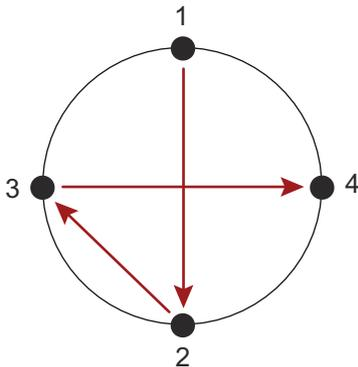

Abbildung 1
4. Die Anschweißplatte mithilfe des geeigneten Füllmaterials am Tank an den Positionen 1 und 2 von der Innenseite des Tanks aus nach Möglichkeit heftschiweißen (siehe Abbildung 1). Sicherstellen, dass die Anschweißplatte fluchtrecht ausgerichtet ist; ggf. anpassen. Dann an den Positionen 3 und 4 Heftschiweißen. Zwischen jedem Punkt sicherstellen, dass die Schweißzone mit Druckluft heruntergekühlt wird.